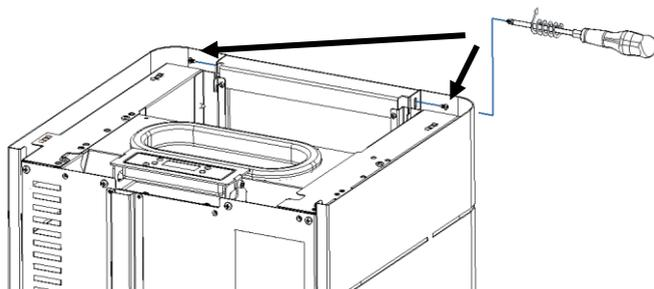

Figure 38 – Emboîtement des panneaux latéraux
d) Fixez bien les panneaux latéraux à la face avant, comme indiqué sur la Figure 38 (utilisez 2 vis A).